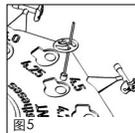

图5
■ **fig. 5** Proteza TTP® VARIAC va fi introdusă corespunzător lungimii determinate înainte (vezi mai sus: utilizarea discului separator) în decuparea prevăzută pentru aceasta pe discul separator. Această procedură ar trebui să se efectueze cu ajutorul pensetei din titan (REF 8000 136) ce se poate livra opțional.
■ 图 5 TTP VARIAC假体被插入特定设计的凹座筛选器,根据事先计算的长度(见下文:使用筛选器)。这个过程的执行应该使用纯钛钳子(REF 8000 136)。